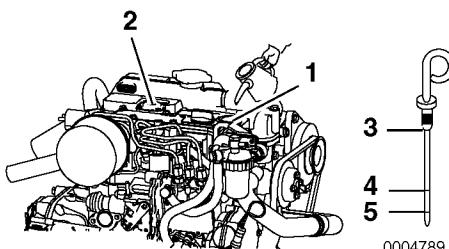

Figure 6
2. Retirez la jauge (Figure 6, (3)) et nettoyez-la avec un chiffon propre.
4. Retirez la jauge. Le niveau d'huile doit se situer entre les lignes supérieure (Figure 6, (4)) et inférieure (Figure 6, (5)) de la jauge.
1. Retirez le bouchon jaune de l'orifice de remplissage de l'huile de l'orifice de remplissage (**Figure 6, (1)**) sur le couvercle des culbuteurs (**Figure 6, (1)**) et remplissez avec de l'huile pour moteur.
2. Remplissez avec de l'huile pour moteur jusqu'à la limite supérieure (**Figure 6, (4)**) de la jauge (**Figure 6, (3)**).